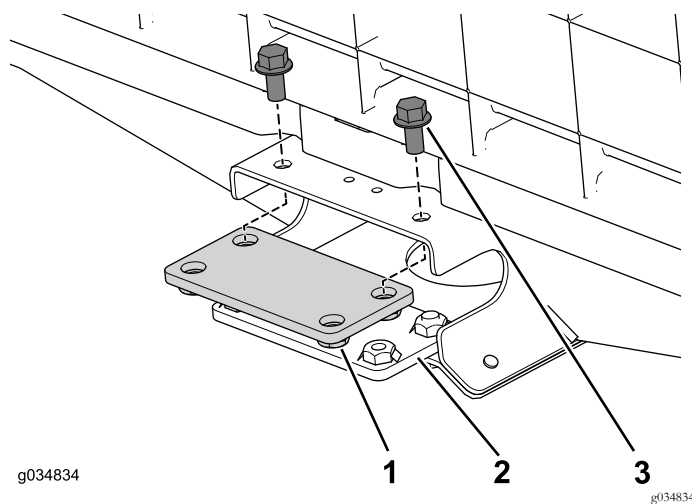

图70
1. 使用 4 个凸缘螺栓 3/8 x 3/4 英寸将顶部和底部连接板松松地安装到机器前部的中央通道上 图70。